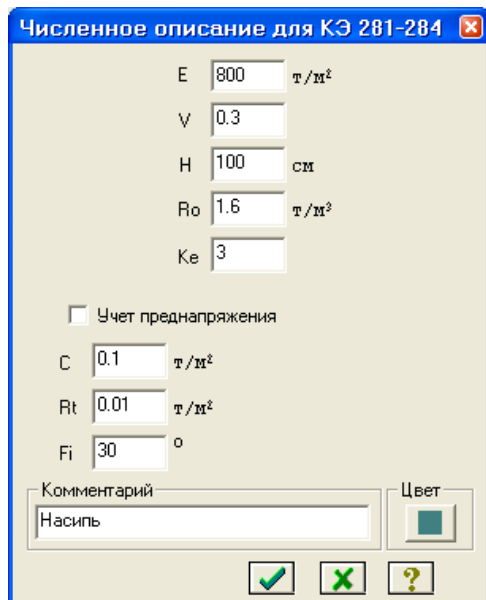

Рис.10.10. Диалоговое окно Численное описание для КЭ 281 – 284
- В диалоговом окне **Численное описание для КЭ 281 – 284** (рис.10.10) задайте параметры первого слоя грунта (насыпь):